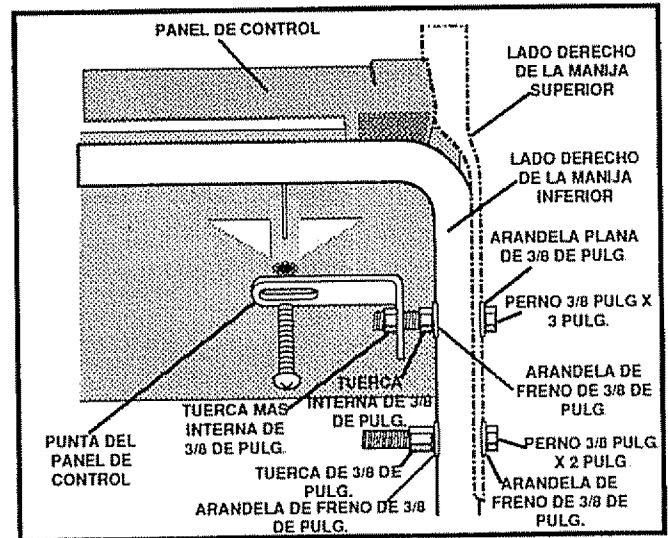

FIG. 4A
- Con dos llaves de tuercas de 9/16 de pulgada, afloje (pero no remueva) ambos pernos que aseguran las manijas superior e inferior al sujetar la tuerca interior en el lado interno de la manija al tiempo que se rota el perno externo en sentido contrario a las manecillas del reloj (Véase Fig 4A, página 8).
- Sujete la tuerca interior y apriete el perno exterior contra la manija como se muestra en la Fig 4A, página 8.
- Mientras sujeta el perno exterior, apriete la tuerca más interna contra el puntal del panel de control como lo muestra la Fig. 4A en la página 8.